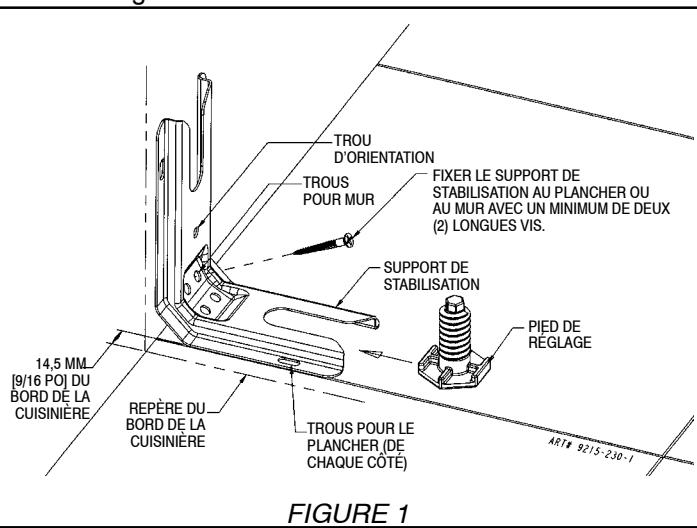
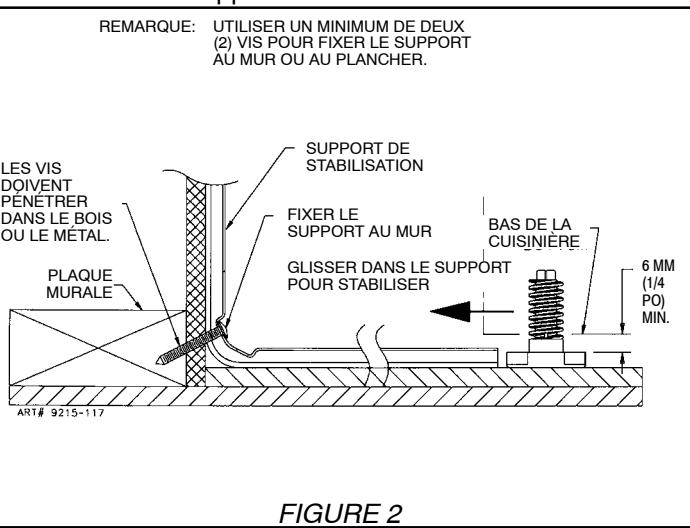

FIGURE 1
FIGURE 2
ÉTAPE 1 - Emplacement du support (voir figure 1)
- Placer le SUPPORT à 14 mm (9/16 po) de la marque « BORD » en allant vers le centre de l'ouverture et contre le mur arrière tel qu'indiqué à la figure 1, le trou d'orientation étant contre le mur.
- Utiliser le support comme gabarit et marquer l'emplacement de tous les trous pour le type de matériau sur lequel le support doit être fixé, tel qu'indiqué à la figure 1.
- Plancher : Déterminer le centre des deux trous identifiés par « TROUS POUR PLANCHER » à la figure 1. Percer un trou de positionnement de 3 mm (1/8 po) au centre de chaque trou (un clou ou un poinçon peut également être utilisé si une perceuse n'est pas disponible). Fixer le support de STABILISATION au plancher à l'aide des deux vis fournies. Passer à l'ÉTAPE 3.
- Mur : Déterminer le centre des deux trous identifiés par « TROUS POUR MUR » à la figure 1. Percer un trou de positionnement de 3 mm (1/8 po) au centre de chaque trou (un clou ou un poinçon peut également être utilisé si une perceuse n'est pas disponible) tel qu'indiqué à la figure 2. Fixer le support de STABILISATION au mur à l'aide des deux vis fournies tel qu'indiqué à la figure 2. Passer à l'ÉTAPE 3.
- On trouve des vis convenant au ciment ou au béton dans les quincailleries. Percer les trous de positionnement de la grandeur correspondant à celle des vis obtenues en quincaillerie au centre des trous identifiés « TROUS POUR PLAN-CHER » à la figure 1. Fixer le support de STABILISATION au plancher. Passer à l'ÉTAPE 3.
REMARQUE : Un dégagement minimum de 6 mm (1/4 po) est exigé entre la cuisinière et le pied de mise à niveau qui va s'insérer dans le support de stabilisation (voir figure 2).